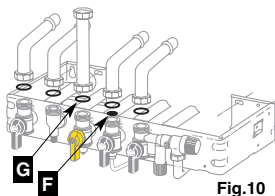

Fig. 10
- sistemare debitamente le varie tenute : **G (gomma) sul gas, + il filtro dell'acqua F sull'acqua fredda**, quindi serrare i raccordi delle tubazioni di collegamento iniziando dalla tubazione gas (fig. 10)